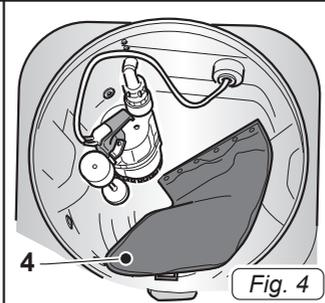
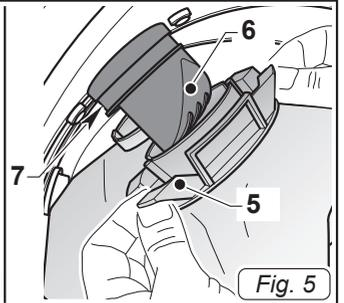

Fig. 4
Fig. 5
- Stellen Sie sicher, dass sich der Netzfilter (4 Abb. 4) im Tank befindet.
- Wenn der Netzfilter (4 Abb. 4) nicht vorhanden ist, installieren Sie ihn wie folgt: Schieben Sie den Kunststoffring (5 Abb. 5) des Beutels in die Öffnung (6 Abb. 5), bis Sie das Klicken des Schlossrings in die Nut (7 Abb. 5) hören.
- Entfernen Sie den Netzfilter (4 Abb. 4).